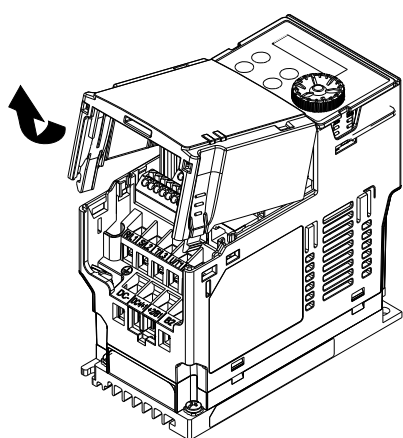

图8-11
1. 关闭变频器电源，取下变频器上盖，如图 8-11 所示。